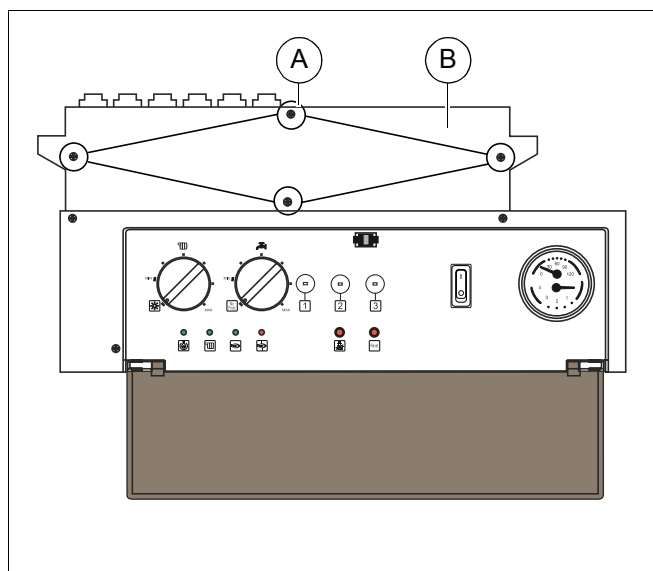

Fig. 28 Accesul la racorduri
- Pentru a face posibil racordul, îndepărtați cele 4 șuruburi (Fig. 28, **Poz. A**) precum și (Fig. 28, **Poz. B**) învelișul.